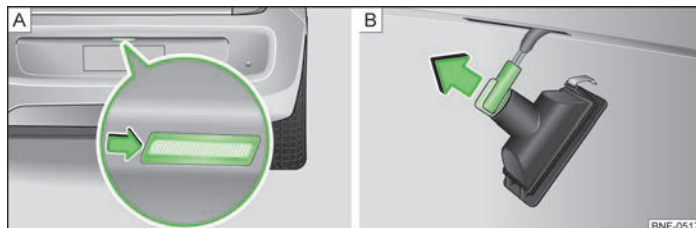

Fig. 125 Înlocuirea becului pentru iluminarea numărului de înmatriculare
- > Introduceți un obiect adecvat, subțire, de ex. un vârf de șurubelniță, în degajare, în zona săgeții, și basculați cu atenție înspre afară lampa numărului de înmatriculare din bara de protecție » fig. 125 - A.
- > Rotiți soclul becului **împotriva** sensului acelor de ceasornic și extrageți-l în sensul săgeții » fig. 125 - B.